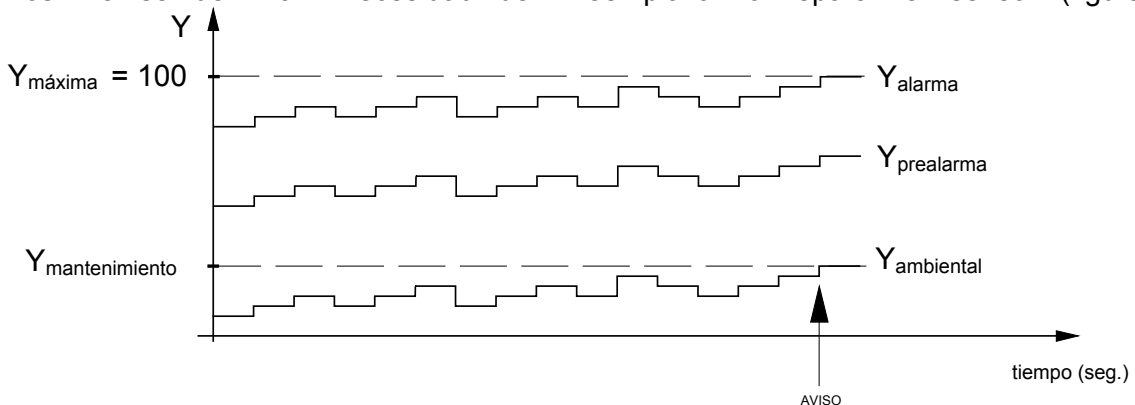

Figura 11. Adaptación de los niveles de Prealarma y Alarma a las variaciones ambientales y/o al envejecimiento del sensor.
A través de la central, hay fijado un nivel $Y_{\text{mantenimiento}}$ (28), superado el cual el sistema nos avise de la necesidad de reemplazar o reparar el sensor (figura 11).